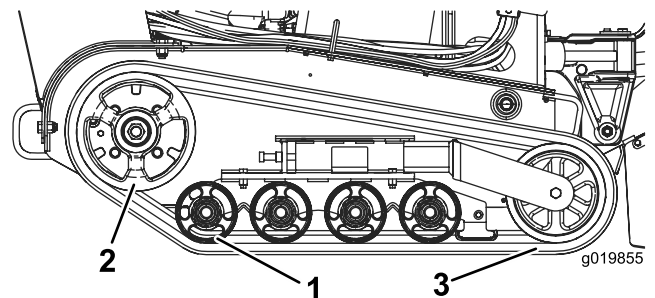

Figura 45
**Importante:** Certifique-se de que limpa bem as rodas de estrada e a roda motora de transmissão (Figura 45). As rodas de estrada devem rodar livremente quando limpas.
8. Começando na roda motora de transmissão, enrole a nova lagarta em torno da roda motora, assegurando que as porcas da lagarta se encaixam nos espaçadores da roda motora (Figura 45).
9. Empurre a lagarta para debaixo e para o meio das rodas de estrada traseira e central (Figura 45).